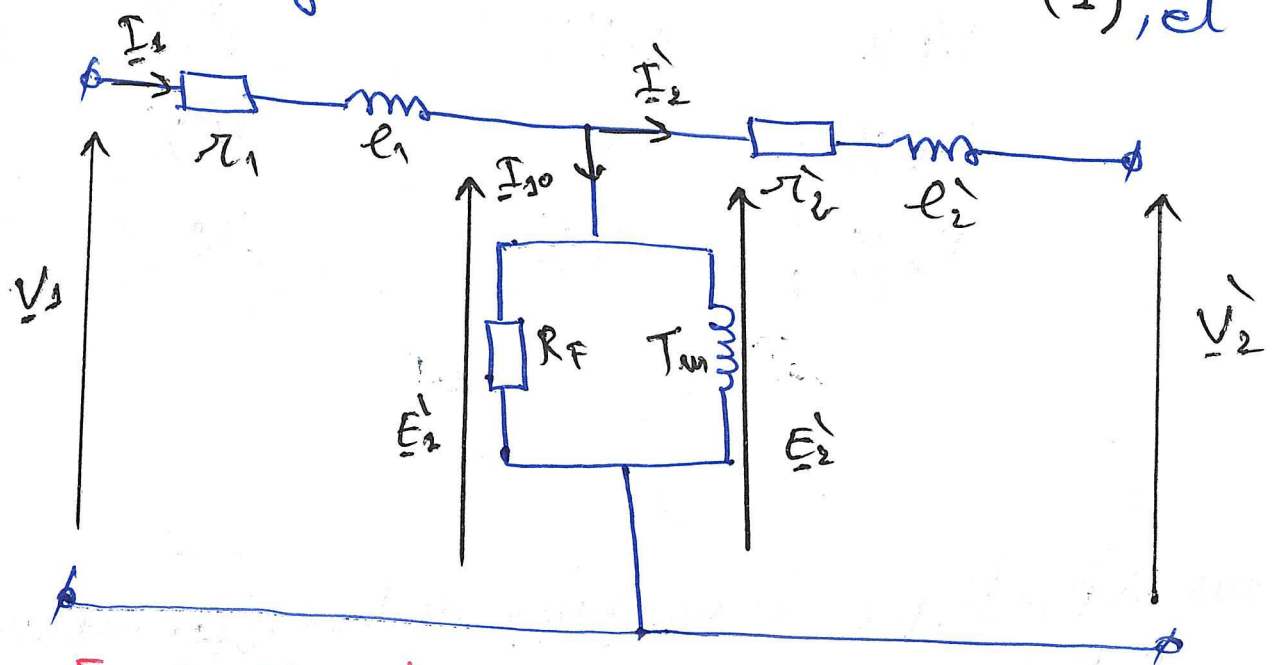

Fig. 5. circuit équivalent ramené au primaire
Il est très utile dans l'étude d'un transformateur de le remplacer par un circuit électrique équivalent. Un tel circuit sera dit "référé" ou "ramené" à un des côtés du transformateur parce que les tensions à ses bornes ne représente plus directement les tensions aux bornes du transformateur. Pour obtenir un tel circuit, choisissons par exemple de ramener le transformateur à son primaire indice (1), et considérons la fig. 5